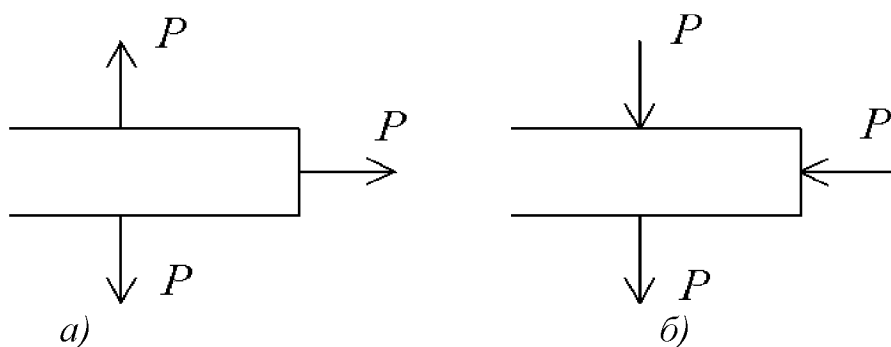

Рис. 2.3
2.2.14. Укажите направления токов, протекающих в проводниках, если на них действуют ЭДУ, направления которых заданы на рис. 2.3. Дайте необходимые пояснения.